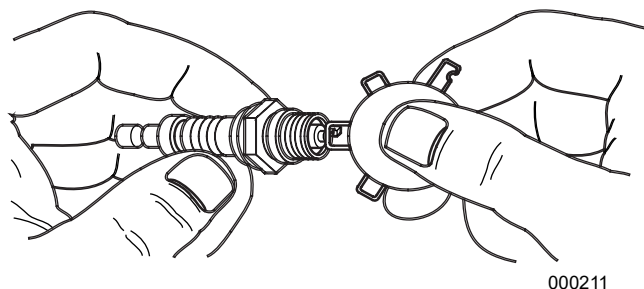

Figure 4-5. Mesure de l'écartement des bougies d'allumage
5. Inspecter l'écartement des bougies à l'aide d'une jauge à fils. Voir Figure 4-5. Si l'écartement des bougies d'allumage est hors spécifications, remplacez-les. Voir Généralités.